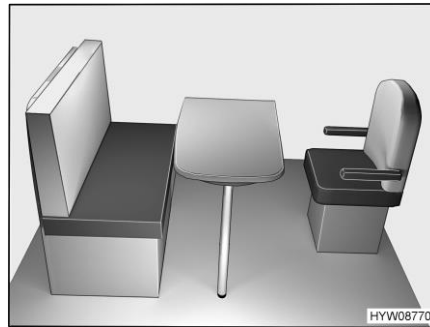

Bild 70 Vor dem Umbau
- Fahrersitz zum Tisch drehen (Bild 70).